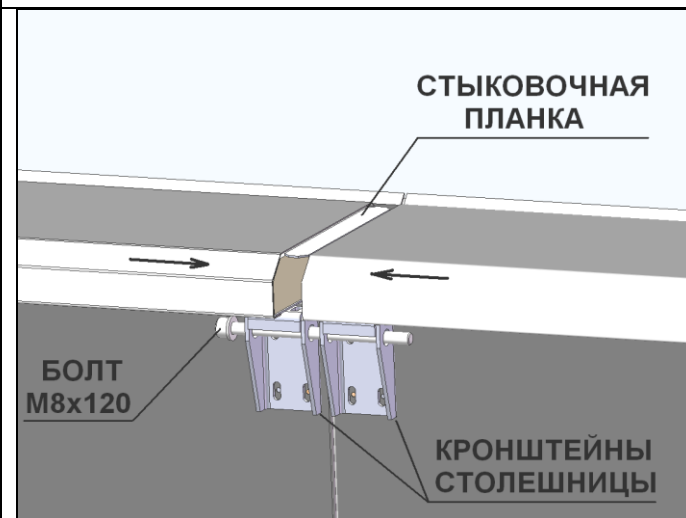

рис. 7
- через кронштейны столешниц болтом M8x120 с гайкой (рис.7).